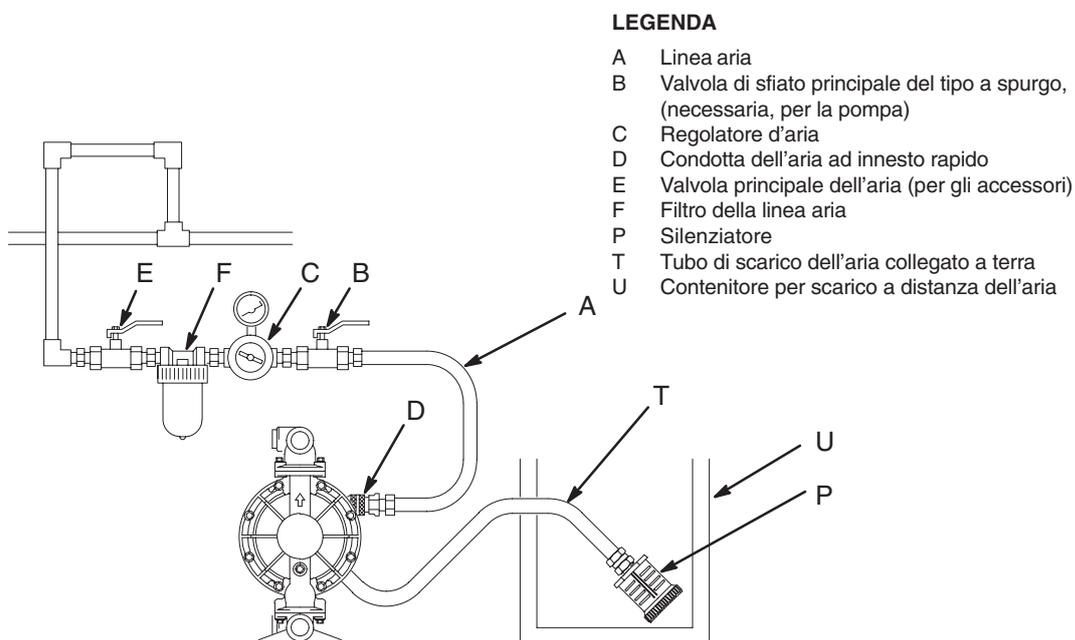

Fig. 6
La rottura della membrana causerà l'emissione del fluido nell'aria. Posizionare un contenitore appropriato all'uscita della linea aria esausta per raccogliere il fluido. Vedere Fig. 6.
1. Rimuovere il silenziatore (P) dal bocchettone di uscita dell'aria della pompa.
2. Installare una condotta di sfiato dell'aria (T) collegata a terra e collegare il silenziatore (P) all'altra estremità del flessibile. Le dimensioni minime per il flessibile di scarico dell'aria sono di D.I. 19 mm (3/4"). Se è necessario un flessibile più lungo di 4,57 m, utilizzare un flessibile di diametro superiore. Evitare curve strette o attorcigliamenti del flessibile.
3. Posizionare un contenitore appropriato (U) all'uscita della linea aria esausta per raccogliere il fluido in caso di rottura del diaframma. Vedere Fig. 6.